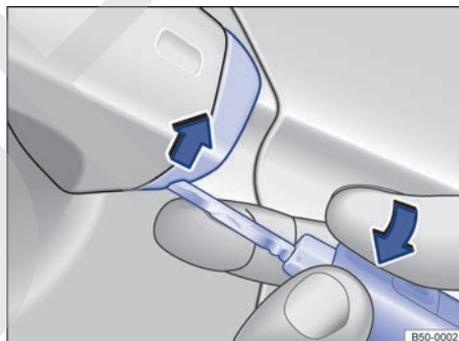

Fig. 59 Manilla de la puerta del conductor: desprender la caperuzita haciendo palanca.
- Desprenda la caperuza haciendo palanca con la llave en el sentido de la flecha → fig. 59.